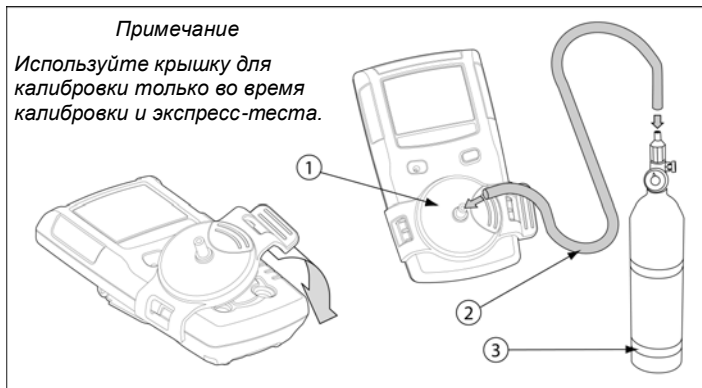

Рис. 7 Подсоединение газового баллона к газоанализатору
Чтобы подсоединить газовый баллон к газоанализатору для калибровки, используйте рис. 7, табл. 11 и описанные ниже процедуры.
- Прикрепите крышку для калибровки к газоанализатору. См. рис. 7. Откройте клапан на регуляторе и подайте газ с расходом 250–500 мл/мин.